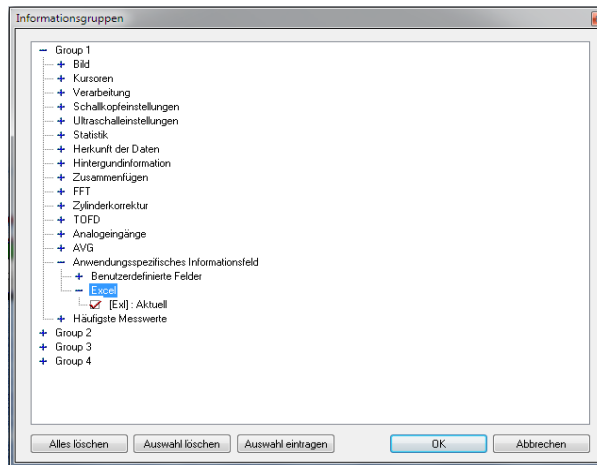

Abbildung 10-14 Dialogfeld Neue Bildinfo
10. Geben Sie im Dialogfeld **Neue Bildinfo** die entsprechende Information für den zu importierenden Messwert ein und klicken Sie auf **OK** (siehe das Beispiel in Abbildung 10-14 auf Seite 480).